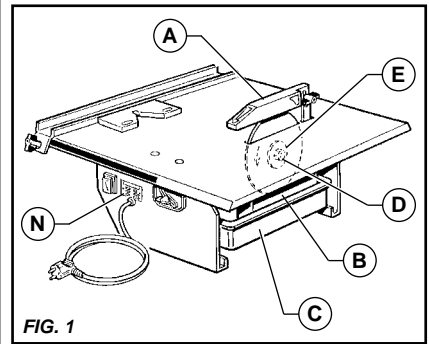

FIG. 1
- Comprobar si la tensión indicada en la placa de características N es la apropiada [FIG. 1].